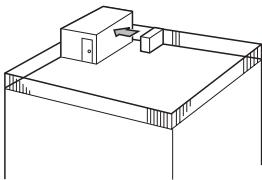

Fig. 2-4
- ① Richten Sie die Lufтаustrittsöffnung mit einem Abstand von etwa 500 mm auf die nächstgelegene Wand aus. (Fig. 2-4)